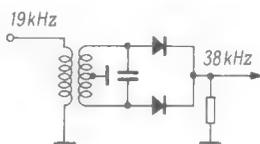

Bild 8. Verdoppeln der Pilotfrequenz mit Hilfe einer Doppelweg-Gleichrichtung
2.2 Verstärken und Vervielfachen der Pilotfrequenz (Bild 8)
Die ankommende Pilotfrequenz wird verstärkt. Durch Übersteuerung, Verzerrung oder – wie Bild 8 zeigt – durch eine Doppelweg-Gleichrichtung wird die zweite Harmonische, also die Frequenz 38 kHz, gebildet.